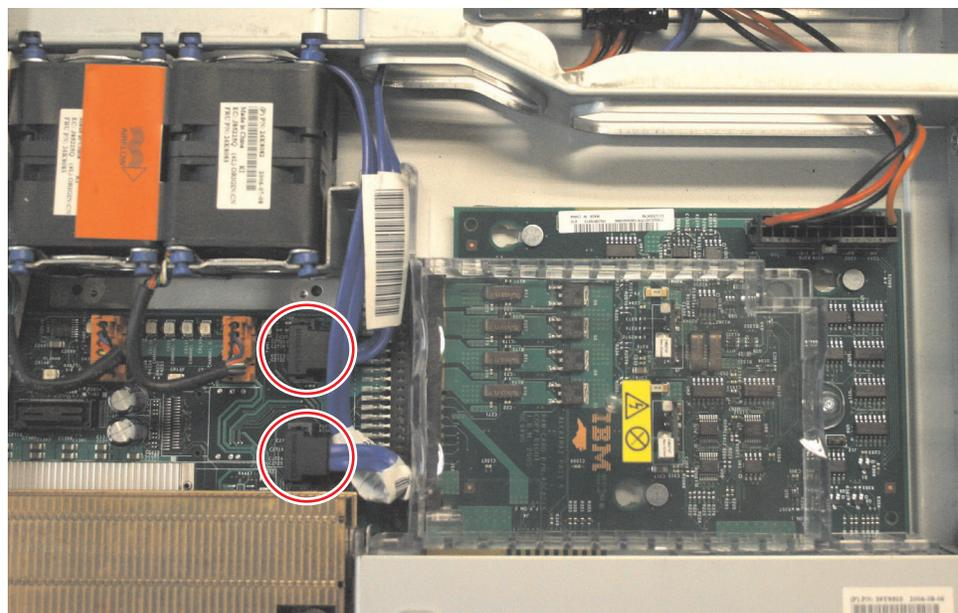

図 132. SAN ボリューム・コントローラ 2145-8G4 ディスク・ドライブ・バックプレーンコネクタ
4. 電源機構バックプレーン・カードに電源ケーブルを再接続します。次に、システム・ボードに 2 本の青色の信号ケーブルを再接続します。171 ページの図 132 に示すように、左のケーブルはフロント・システム・ボードのコネクタに、右のケーブルは背面システム・ボードのコネクタに接続します。